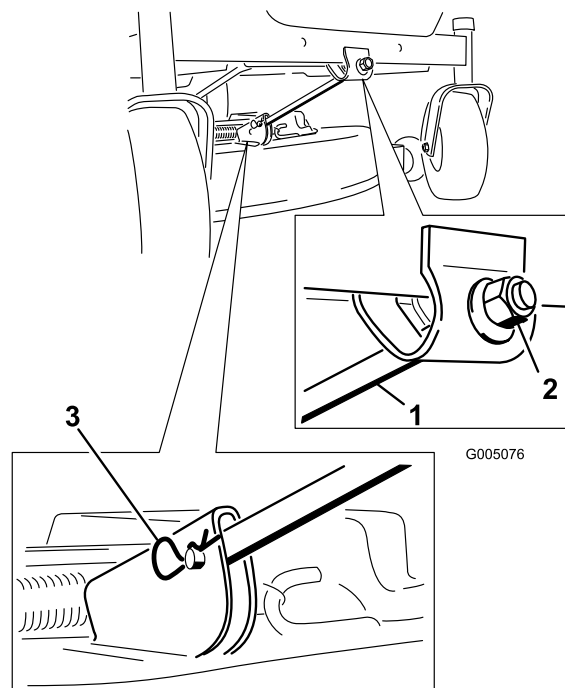

Figure 54
4. Enlevez la goupille fendue et l'axe de chape de la tige de support avant (Figure 54). Abaissez doucement l'avant du tablier de coupe au sol.
6. Fixez la tige de support avant au tablier de coupe à l'aide de l'axe de chape et de la goupille fendue (Figure 54).